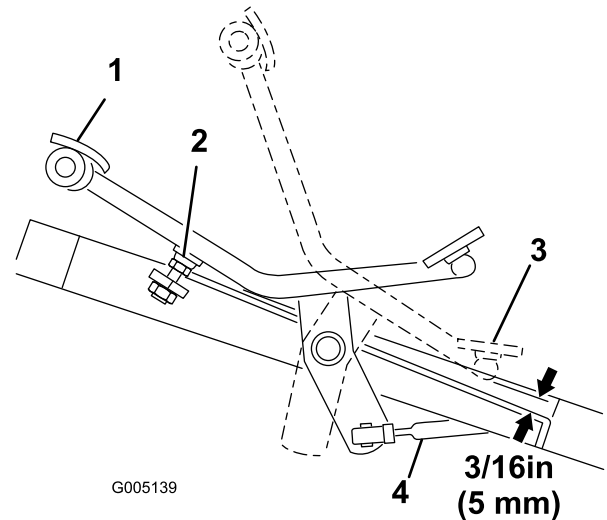

Bild 40
- Drücken Sie das Fahrpedal ganz nach vorne durch, bis die Ventilschule im 5. Abschnitt vollständig herausgezogen ist. Dabei muss das Pedal den Pedalanschlag berühren (Bild 40).
2. Prüfen Sie die Entfernung zwischen der Unterseite des Pedals und dem Fußbrett, siehe Bild 40. Der Abstand sollte ungefähr 5 mm betragen. Sie müssen die Fahrstange einstellen, wenn der Abstand mehr oder weniger als 5 mm beträgt. Führen Sie folgende Schritte aus:
- Entfernen Sie die Klemmmutter und das Kugelgelenk, mit denen die Schaltstange (Bild 40) an der Fahrwellen-Schwenkplatte befestigt ist.